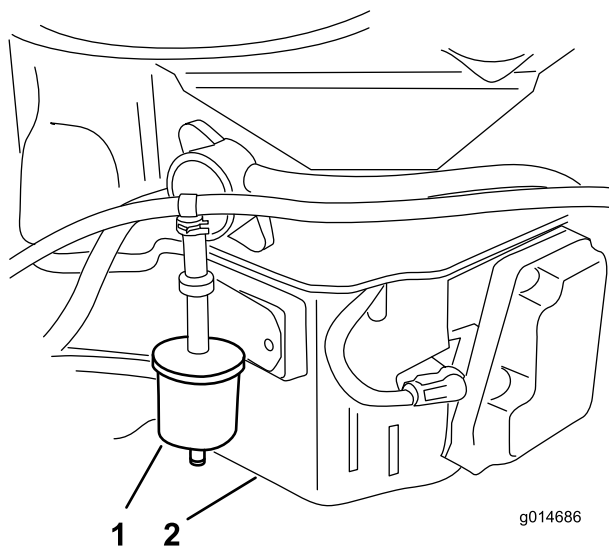

Figure 33
3. Déposez le filtre de mise à l'air libre de carburant existant (Figure 33).